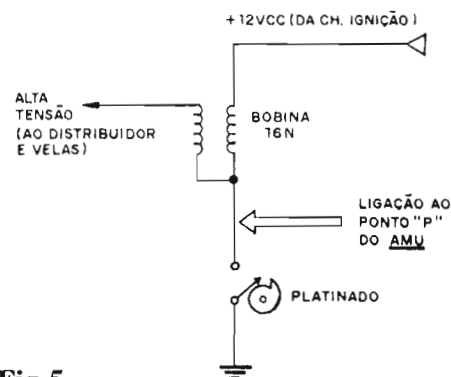

Fig.5
- **FIG. 5 - DIAGRAMA DA INSTALAÇÃO BÁSICA** - Além das conexões mostradas na figura anterior, a única ligação a ser feita é a do ponto “P” da placa da AMU a platinado do carro, ou seja: à própria “saída” da bobina de ignição controlada pelo platinado, e que determina - sob giro do motor - o chaveamento do **primário** da dita bobina, que faz surgir no seu **secundário** os pulsos de elevada “voltagem” enviados às velas (via distribuidor). O diagrama esquematiza o ponto de ligação (se o Leitor/Hobbysta tiver alguma dúvida ou dificuldade em identificar “fisicamente” tal ponto, no sistema elétrico do seu carro, deve recorrer a um profissional de auto-elétrico (**de confiança**, porque tem muito “picareta”, na área...)). Na verdade, ninguém tem que se preocupar muito com a eventualidade de cometer um erro inicial nessa conexão, uma vez que o circuito da AMU tem “defesas” no seu bloco de entrada, contra qualquer equívoco (**menos** quanto ao fato de algum “doidinho” ligar o ponto “P” à saída de Alta Tensão da bobina, mas, nesse caso, **merece** ter seu circuito “estourado”, como punição pela extrema “babaquice”...).